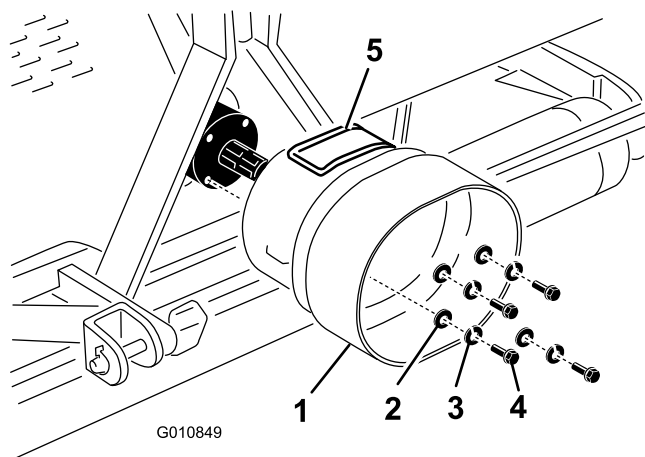

Figura 22
Nota: Potete aprire lo sportellino di accesso (Figura 22) per facilitare l'operazione di rimozione e montaggio dei fermi dell'albero della PDF.
1. Rimuovete i 4 bulloni, le rondelle di bloccaggio e le rondelle piane fissate sulla parte posteriore della trasmissione dell'arieggiatore (Figura 22).
2. Montate la protezione della PDF sulla trasmissione dell'arieggiatore con i dispositivi di fissaggio precedentemente rimossi (Figura 22). Quando montate la protezione della PDF assicuratevi che lo sportellino di accesso (Figura 22) si trovi sulla parte superiore o su un lato, a seconda della struttura del telaio dell'arieggiatore.